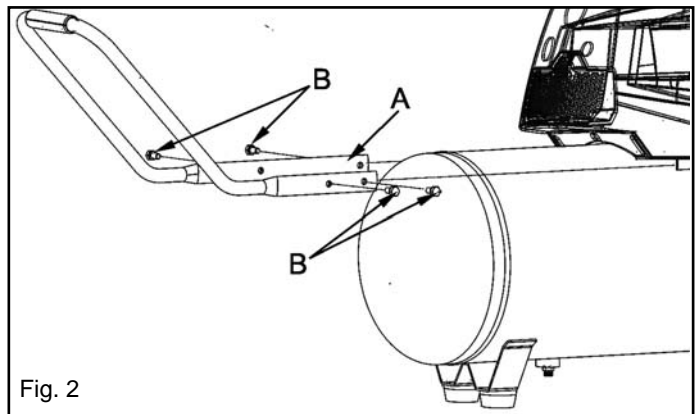

Fig. 2
3. Install the handle by placing the handle ends (**A**) onto the base and secure with the bolts (**B**) provided (see **Fig. 2**). Tighten bolts using a 13mm socket or wrench (not included).
3. Installez la poignée en plaçant les extrémités de poignée (**A**) sur la base et la fixez avec les boulons (**B**) fournis (voir la **fig. 2**). Serrez les boulons à l'aide d'une douille ou d'une clé de 13mm (non incluse).
3. Instale la manija poniendo los extremos de la manija (**A**) sobre la base y asegúrela con los pernos (**B**) proporcionados (véase **fig. 2**). Apriete los pernos usando un zócalo o una llave del 13mm (no incluida).